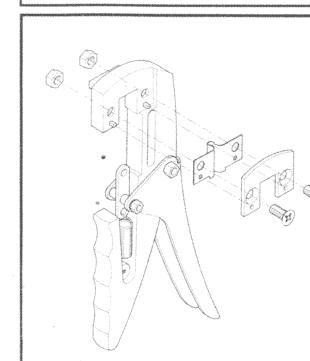

Fig. 4
- 2) Smontare totalmente la battuta dell'Innestatrice separando i vari pezzi (fig.4).
- 2) Completely remove the grafting unit beat, separating the various parts (fig.4).
- 2) Den Anschlag der Pfropfzange durch Zerlegen der verschiedenen Teile ganz auseinanderbauen (Abb.4).
- 2) Desmonte totalmente el topo de la injertadora separando las diversas piezas (fig.4).
- 2) Démonter la lame d'appui du sécateur en séparant les différentes parties (fig.4).